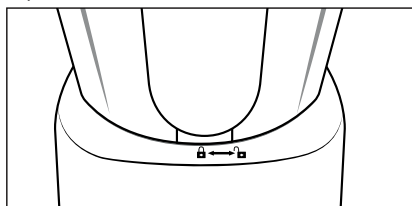

Fig. 3
- 5) Sørg for, at hældetuden på blenderkanden ③ er lukket.
- 6) Tryk på påfyldningslåget ① indtil den klikker fast i lågets åbning.
- 7) Sæt den fyldte og lukkede blenderkande ③ på motorblokken ⑥. Brug udskæringerne på motorblokken ⑥ og sørg for, at håndtaget til blenderkanden ③ peger mod -symbolet. Drej blenderkanden ③ i urets retning til position  (se fig. 3), indtil den klikker hørbart på plads. Motoren kan kun starte, hvis blenderkanden ③ er sat rigtigt på hele vejen rundt.